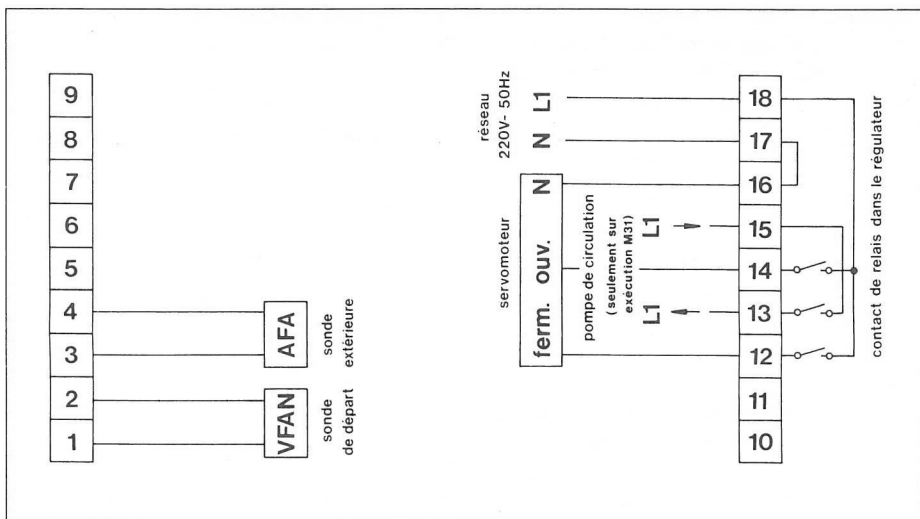

Fig. 9
4.1.1 Régulateur seul sans combiné de réglage à distance (fig. 9)